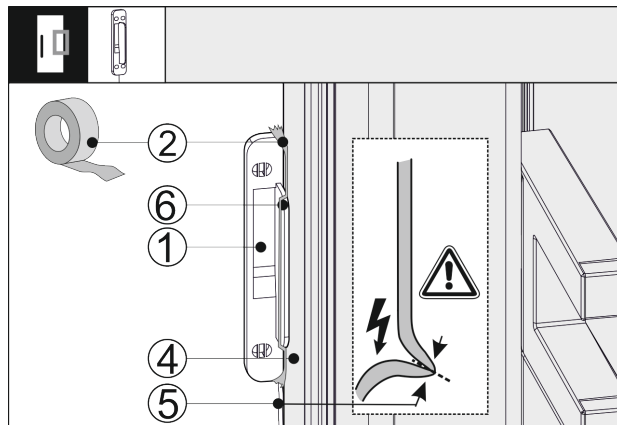

Fig. 42
- ▶ Установите датчик стука Fig. 42 (1) сбоку на двери устройства Fig. 42 (4) так, чтобы упор Fig. 42 (6) прилегал к двери устройства Fig. 42 (4). Кабель датчика Fig. 42 (5) слегка натянут и также прилегает к двери устройства Fig. 42 (4).
- ▶ Зафиксируйте датчик стука Fig. 42 (1) клейкой лентой Fig. 42 (2). Позже датчик стука будет прикручен к мебельному фасаду.